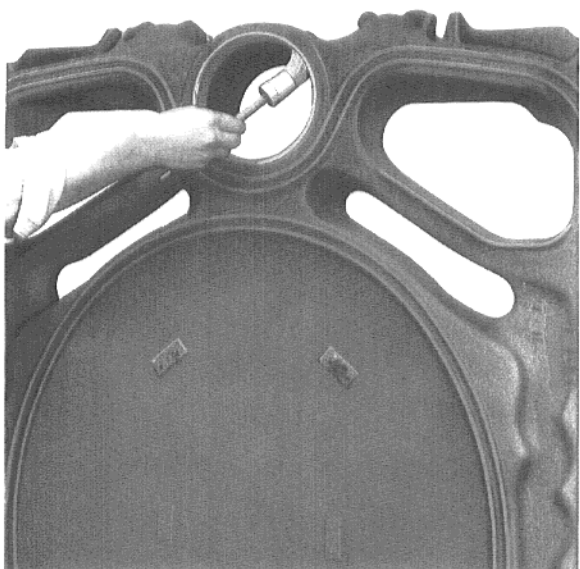

Abb. 10
- Dichtflächen der Naben und Nippel mit benzingeräncktem Lappen reinigen, dann gleichmäßig satt mit Mennige bestreichen (Abb. 10). Vor dem Gebrauch der Mennige das abgesetzte Öl abschütten!